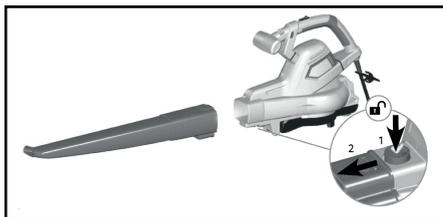

рис. 2
- Вставьте трубу выдувания в отверстие корпуса воздуходувки до упора, пока фиксаторы крепления не защелкнутся. Правильно установленная труба воздуходувки изображена на рис. 2